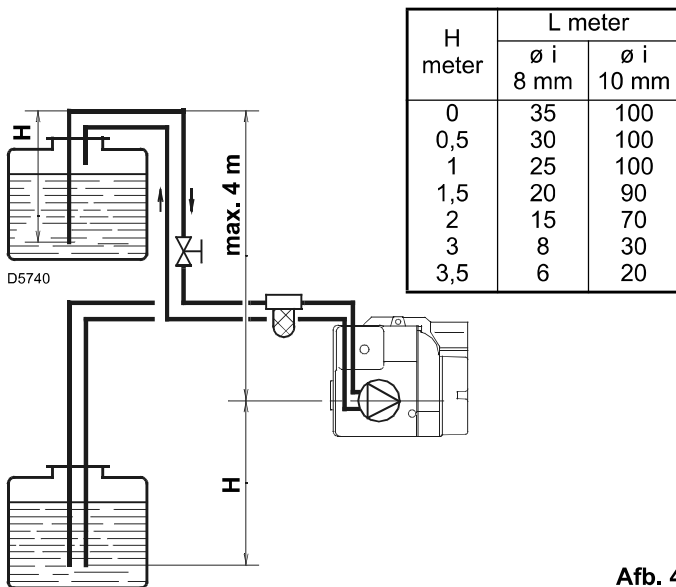

Afb. 2
- Enkel noodzakelijk met eenpijpinstallaties (Afb. 2). Voor de installatie Afb. 2 moet de koppeling van de vacuüm-meter 4) (Afb. 5) gelost worden, en moet gewacht worden tot de brandstof uitstroomt.
Legende (Afb. 2, Afb. 3 en Afb. 4)